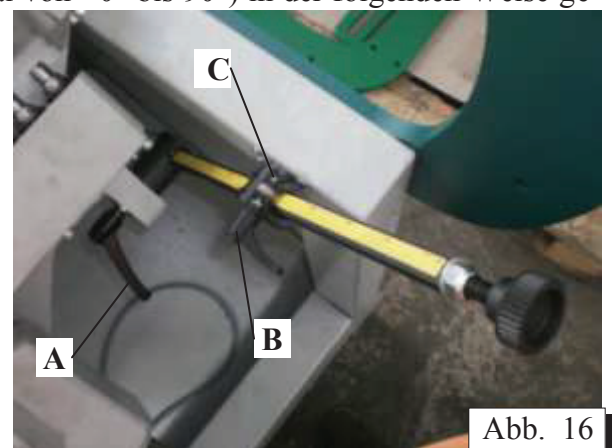

Abb. 16
- ➡ Den Griff **A** (Abb. 16) lösen.
- ➡ Den Griff **A** (Abb. 16) anziehen.
- ➡ Den Griff **B** (Abb. 16) des Winkellineals lösen und den Anschlag **C** auf die gewünschte Marke fixieren; dabei die Winkellineale beachten. Den Griff **B** des Anschlags anziehen.